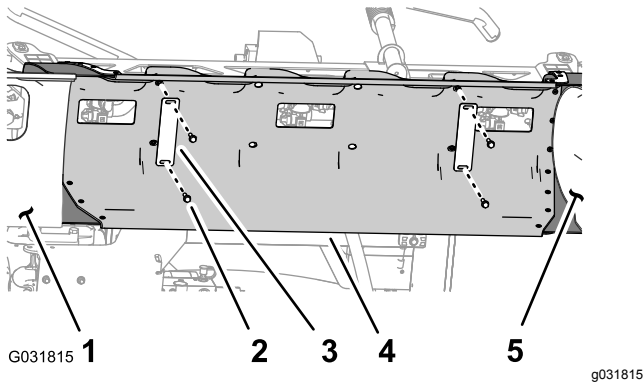

図 19
1. センターセクションカバー11ノズルを支えておいて、このカバーをカバーサポートブラケットに固定しているフランジヘッドボルト5/16 x 1-1/4 インチ4本とカバーストラップ2本を外す 図 19。